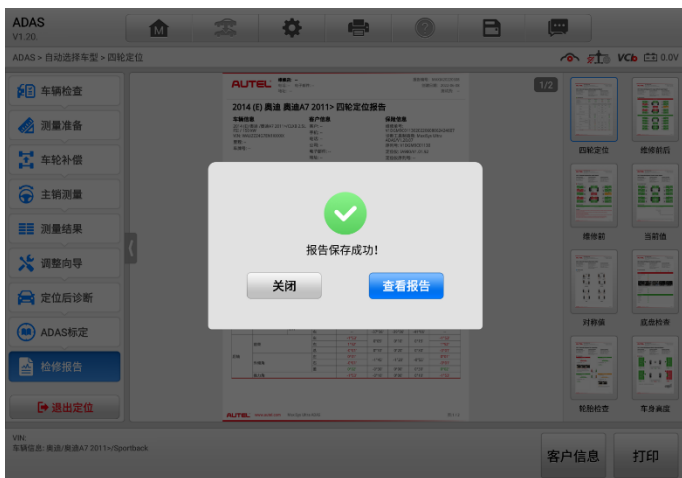

图 4-72 保存报告界面 3
- 1) 在报告成功保存后，点击【查看报告】按钮（详见图 4-72 保存报告界面 3），或从“数据管理”应用程序中点击【报告】以进入报告列表界面。